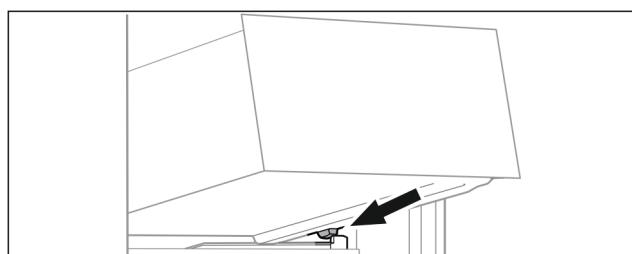

Fig. 67
- Nasadte zásuvku šikmo za zarážkami na rebro nádoby. (pozri Fig. 67)